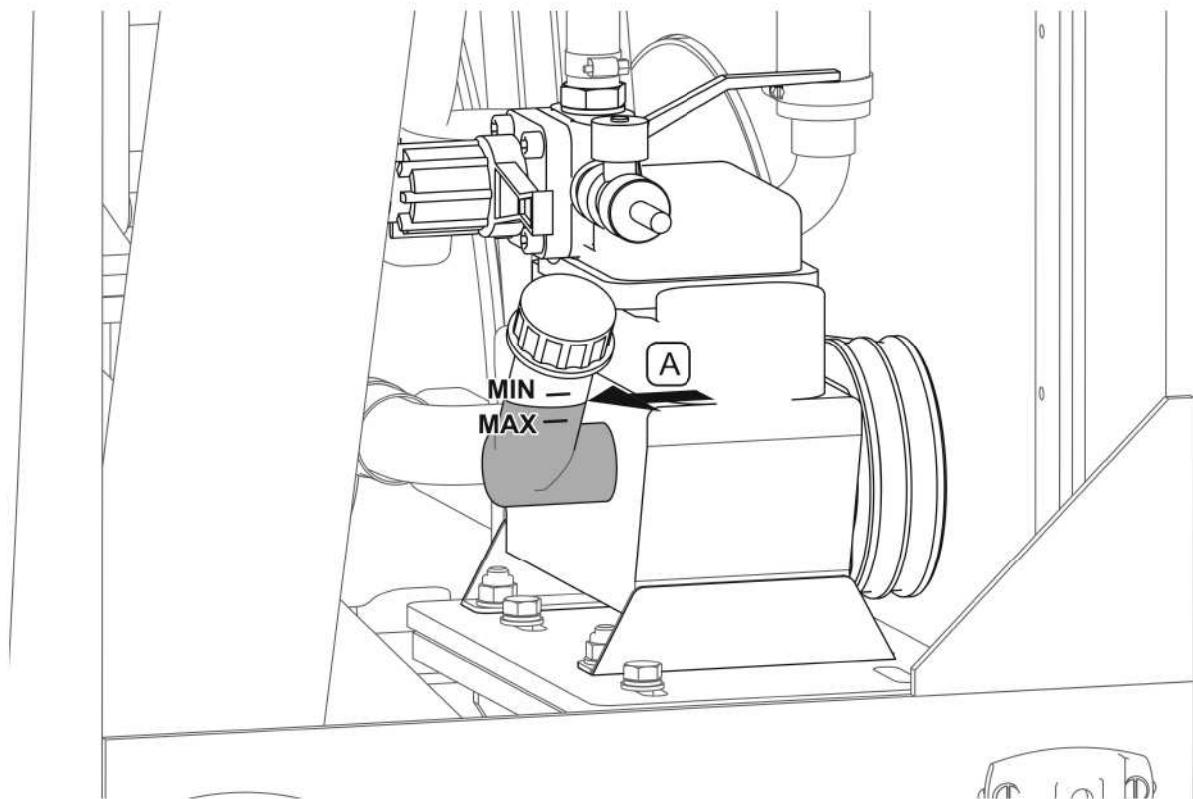

РИСУНОК 5.24А Маслосборник водяного фильтра
Для смазки водяного насоса используется непенящееся масло класса SAE 40 в количестве 0,25 л. Регулярно проверяйте уровень масла в водяном насосе. При выключенном машине уровень масла (A) в водяном насосе должен находиться между отметками "мин." и "макс." на заливной горловине (РИСУНОК 5.24А).